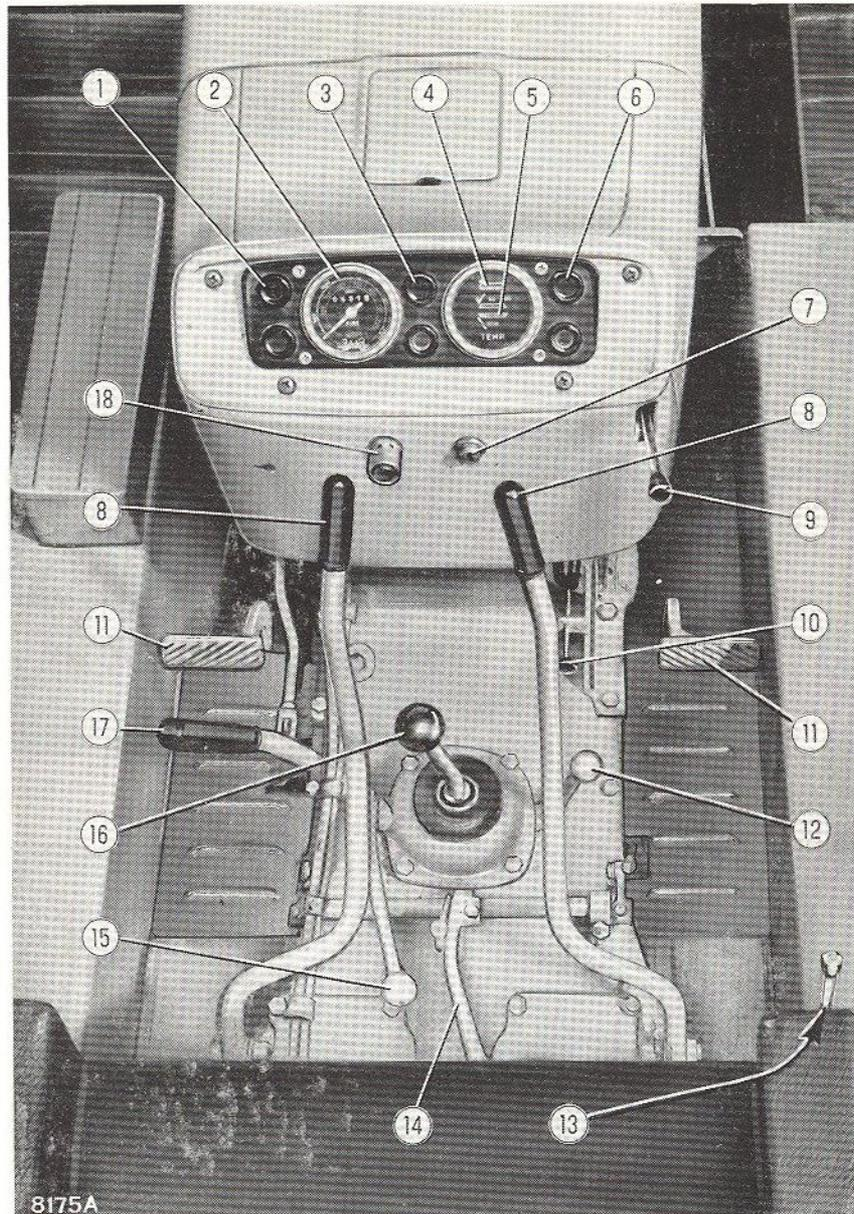

Fig. 4. - Appareils de contrôle et commandes.
5. Vérifiez que la tirette 10 (fig. 4) se trouve en avant et appuyez sur le bouton (18). Dès que le moteur démarre, lâchez le bouton. Lorsqu'il fait froid, avant de mettre en marche le moteur froid, couvrez le radiateur avec un moyen approprié, pour permettre à l'eau de refroidissement d'atteindre rapidement sa température de régime. Enlevez alors la protection.
Tirez à fond la tirette 10, fig. 4. Dès que le moteur est arrêté, tournez la clé de contact (fig. 5) à la position 0 (ou même à la position 5 si l'éclairage est nécessaire).